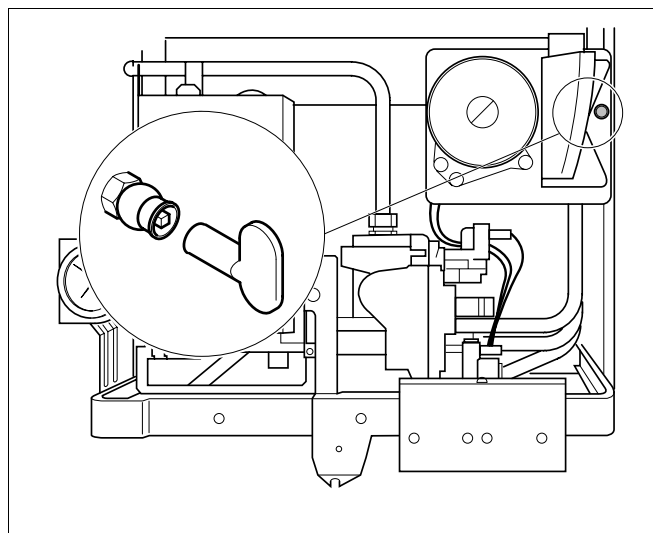

Fig. 16 Purger l'échangeur de chaleur de l'eau chaude
- Ouvrir le purgeur et le laisser ouvert jusqu'à ce qu'il n'y ait plus d'air qui s'échappe (fig. 16).